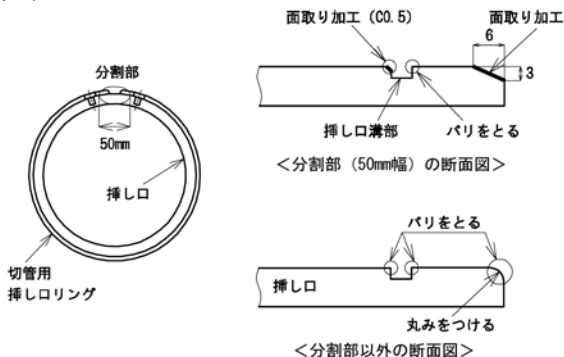

図68 挿し口のバリ取りおよび端面処理
- ③ やすりまたはグラインダ等を使用して、加工部に発生したバリを取る(図68)。呼び径300、400では、図68のように、切管用挿し口リングの分割部が位置する箇所(幅50mm)の挿し口端面に3×6mmの面取り、挿し口溝部にC0.5程度の面取りを行う。